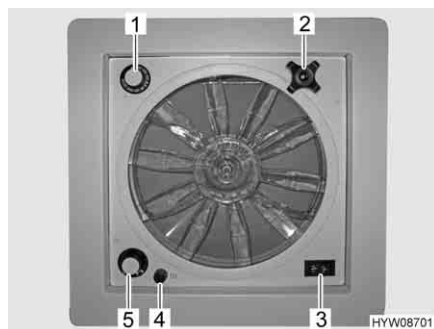

Fig. 38 Oblò con ventilatore
- ▷ Un fusibile da 4 A (Fig. 38,4) protegge da sovraccarico il motore del ventilatore. Se si verifica un sovraccarico: Individuare per prima cosa la causa (ad es. il ventilatore è sporco), poi sostituire il fusibile.
- Ruotare la maniglia girevole (Fig. 38,2), finché non si raggiunge l'angolo di apertura desiderato.
- Portare l'interruttore a levetta (Fig. 38,3) su "Aerazione" (flusso d'aria dall'esterno verso l'interno) o "Sfiato" (flusso d'aria dall'interno verso l'esterno).
- Portare l'interruttore a levetta (Fig. 38,3) sulla posizione centrale.
- Posizionare l'interruttore girevole (Fig. 38,5) sul grado desiderato:
- Ruotare il termostato (Fig. 38,1) fino alla battuta in direzione "blu".